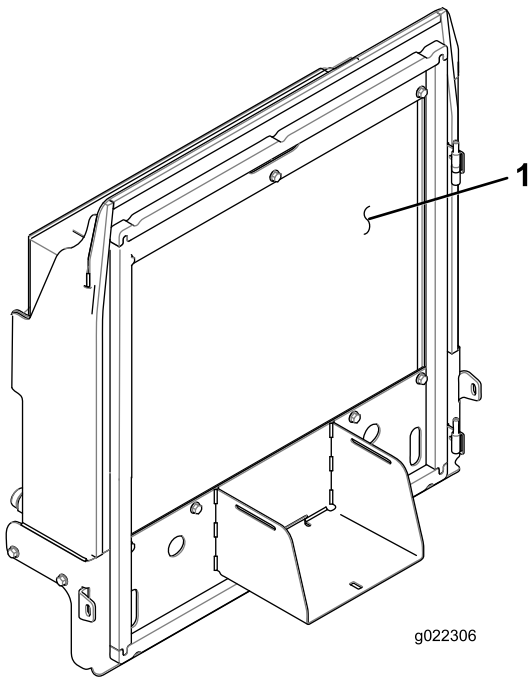

Bild 86
4. Reinigen Sie beide Seiten des Kühlers bzw. Ölkühlers (Bild 86) gründlich mit Druckluft.